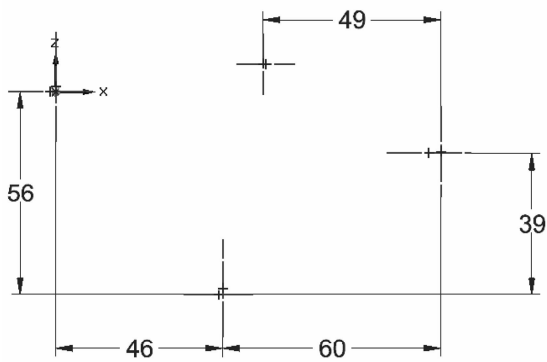

图 6-134 确定点画线位置
(5) 单击【主页】选项卡【尺寸】区域下的 【智能尺寸】按钮，确定如图 6-134 所示的点画线的位置。